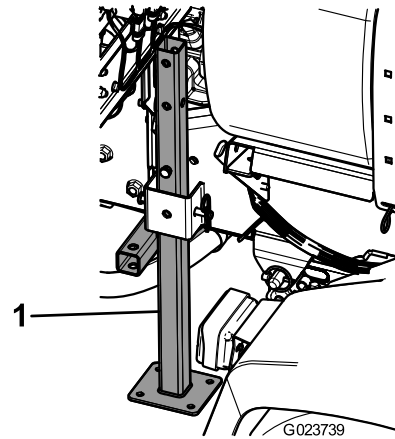

Figura 41
3. Inserte los gatos traseros por el bastidor desde abajo, cerca de los puntos de amarre traseros (Figura 41).